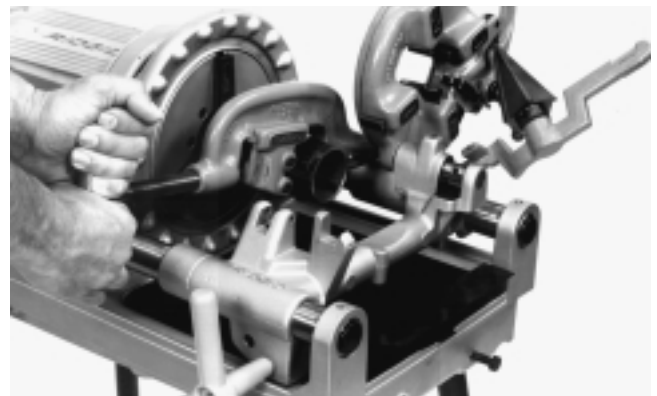

Figure 7 – Coupe des tuyaux à l'aide de la machine à fileter 300 Compact
4. Mettez-vous en position de travail appropriée (Figure 7).
6. Prenez la poignée d'avancement du coupe-tubes des deux mains (*Figure 7*).